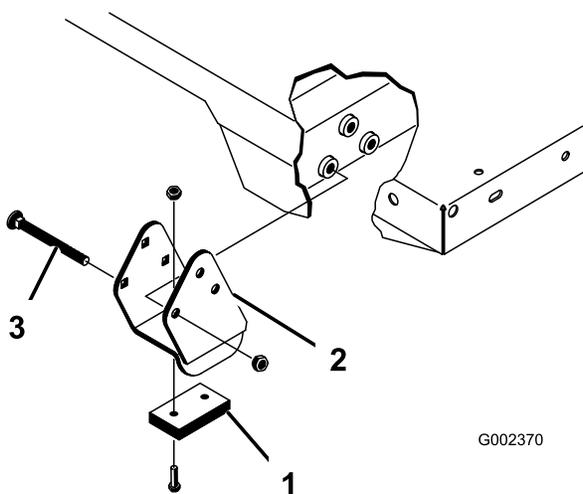

図 44
注 スペーサブラケットとウェアブロック **図 44** を取り付けるキャリッジボルトの頭が機械内側に向けて取り付けること。
2. 荷台を慎重に車両のフレームの上に乗せる 後部にある荷台のピボットプレートの穴とリアフレームチャンネル鋼材の穴を揃えて、クレビスピンとリンチピン各2個を取り付ける **図 44**。
4. クレビスピンは荷台の外側から差し込み、リンチピンが荷台の外側に向いているようにする **図 44**。